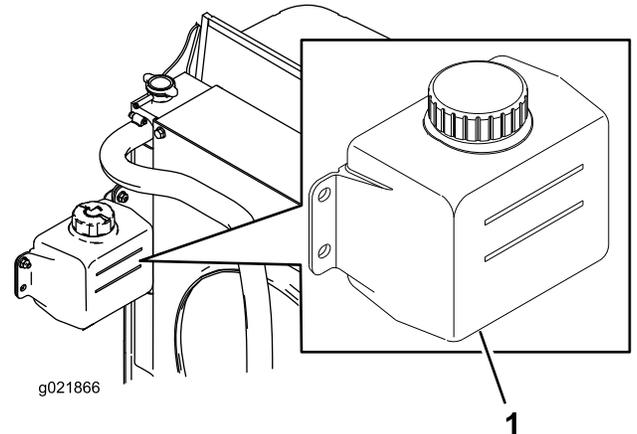

Figure 94
1. Vérifiez le niveau du liquide de refroidissement dans le vase d'expansion (Figure 94).